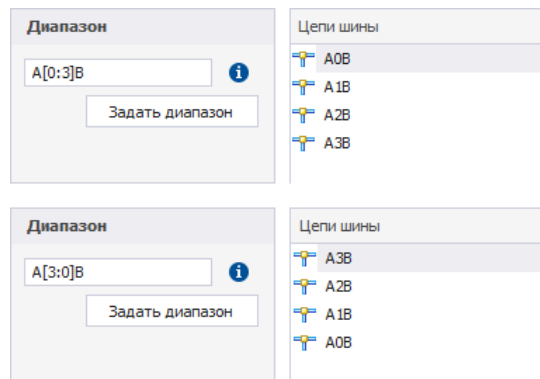

Рис. 181 Добавление диапазона - префикс, диапазон и суффикс
- Prefix[Min:Max]Suffix или Prefix[Max:Min]Suffix, Рис. 181.